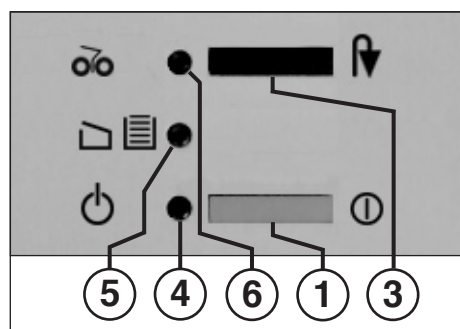

fig. 1
#### 1 = Interrupteur à poussoir (fig. 1)
#### 3 = Interrupteur à poussoir (fig. 1)
#### 4 = Voyant de contrôle (fig. 1)
#### 5 = Voyant de contrôle (fig. 1)
#### 6 = Voyant de contrôle (fig. 1)
- Appuyer sur l'interrupteur à poussoir (1) (fig. 1) de la machine. Le voyant de contrôle (4) (fig. 1) s'allume.
Si le sac de réception est plein, la machine s'éteint. Le voyant de contrôle « Récipient plein » / « Porte ouverte » (5) (fig. 1) **clignote**. Afin de signaler l'arrêt du bloc de coupe, le voyant de contrôle « Bourrage » / « Arrêt » (6) s'allume simultanément.
- Remplacer le cadre avec le sac de réception et fermer la porte. Le voyant de contrôle (5) (fig. 1) s'éteint.
- Actionner brièvement l'interrupteur à poussoir « Marche arrière » / « Arrêt » (3). Le bloc de coupe réduit en morceaux le reste se trouvant dans la cavité d'alimentation, puis s'éteint. Le voyant de contrôle (6) s'éteint. La destruction ultérieure peut désormais être poursuivie.